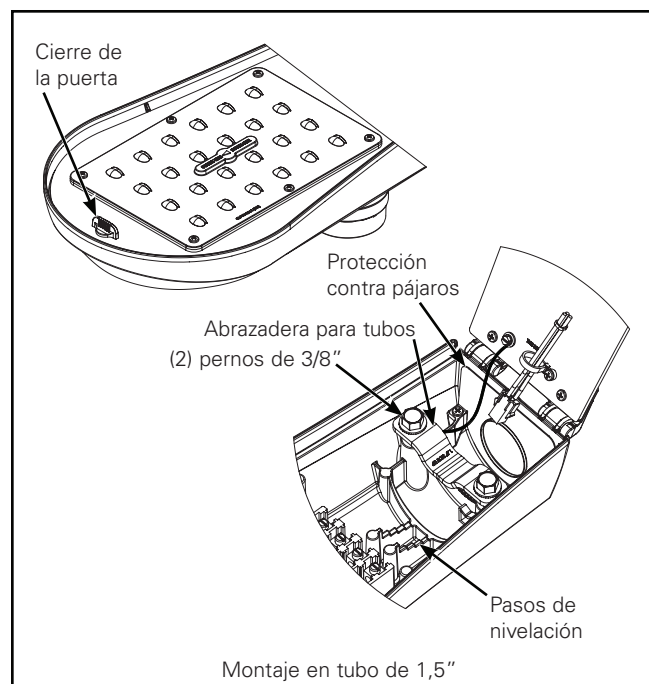

Figura 2.
5. Si usará una tubería de 1-1/2", retire los pernos de las abrazaderas y voltee la abrazadera de modo que se pueda ver el tamaño del tubo desde la parte superior. Se debe invertir la posición de la abrazadera para la opción de tubo más pequeño. (Figura 2.)